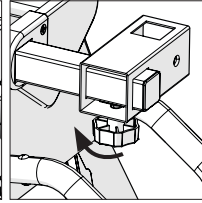

Fig. 4
- Deslice los soportes del apoyo de trabajo sobre los brazos de extensión y bloquéelos en posición con un botón de bloqueo **(Fig. 4)**.